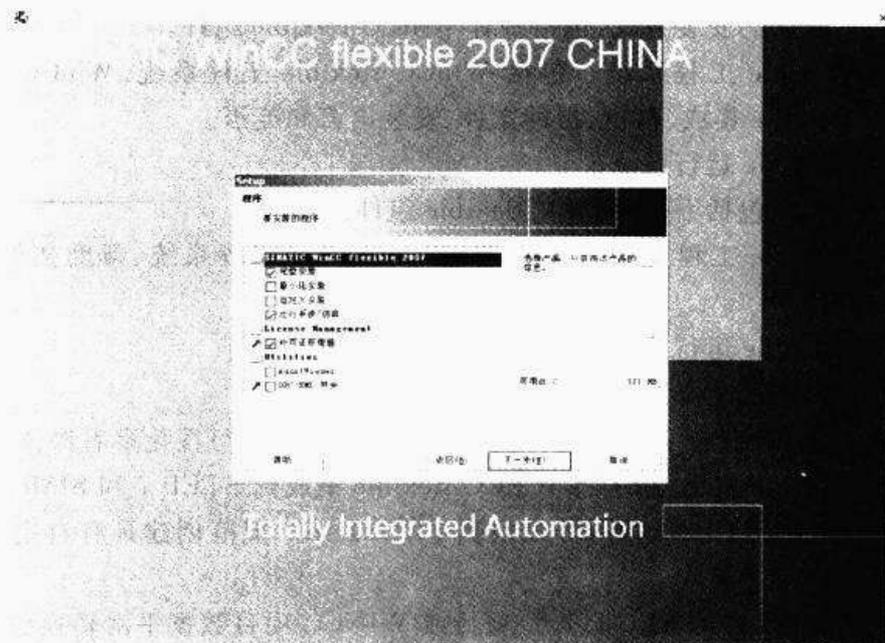

图 2-5 安装 WinCC flexible 5—选择要安装的程序
⑤ 选择接受许可证条款后,选择需要安装的程序,其中包括 WinCC flexible 工程系统,运行系统和自动化软件的授权管理器。进入下一步(如图 2-5 所示)。某一项前面如果已经勾